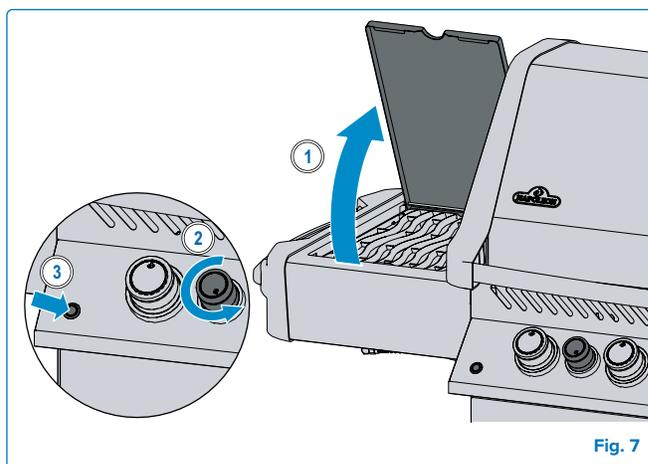

Fig. 7
4. Se il bruciatore non si accende, ruotare la manopola di controllo del bruciatore in senso orario fino alla posizione OFF. Attendere 5 minuti. Ripetere i passaggi 2 e 3.. **(Fig. 7).**